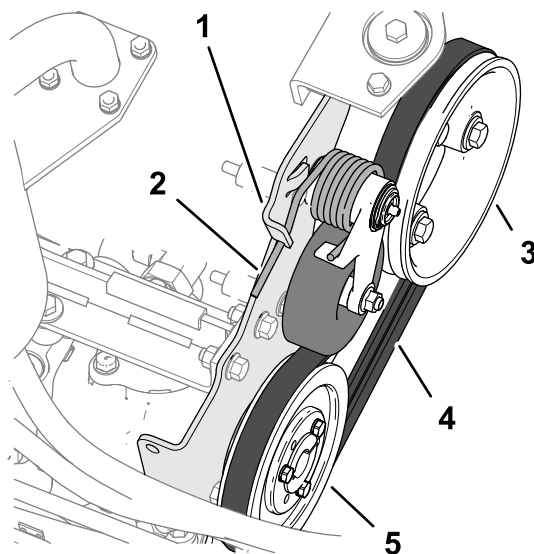

Figura 90
2. Împingeți capătul arcului de tensionare a curelei în jos i în afara canelurii din proeminența suportului pompei i deplasați capătul arcului în față (Figura 90).